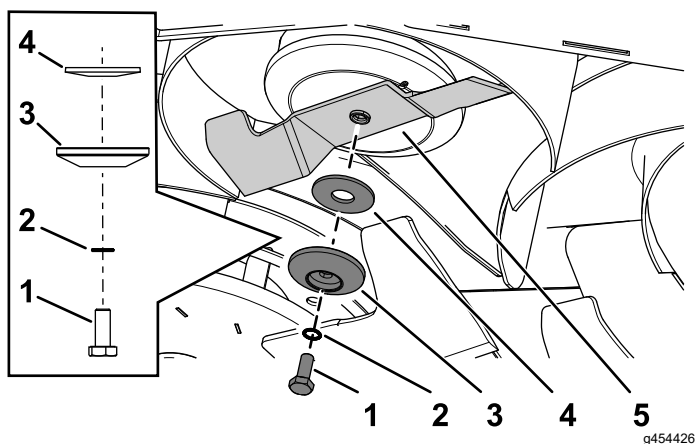

Рисунок 104
2. Удалите болт ножа, зубчатую шайбу, держатель ножа, изогнутую шайбу и нож с вала шпинделя (Рисунок 104).